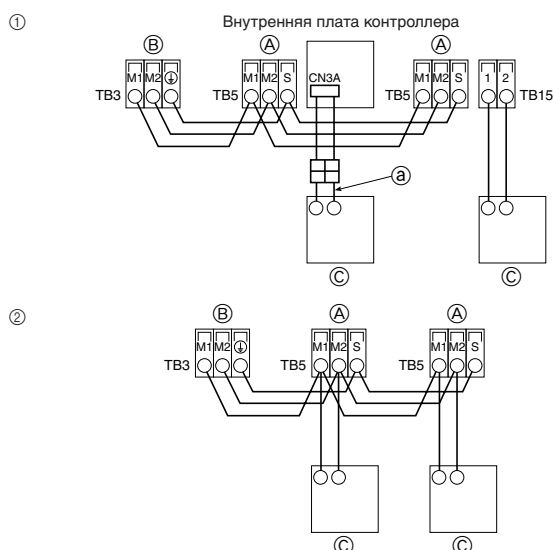

Fig. 7-2
7.2. Подсоединение пульта дистанционного управления, кабелей передачи внутри и снаружи (Fig. 7-2)
① Пульт дистанционного управления "MA"
② Пульт дистанционного управления "M-NET"